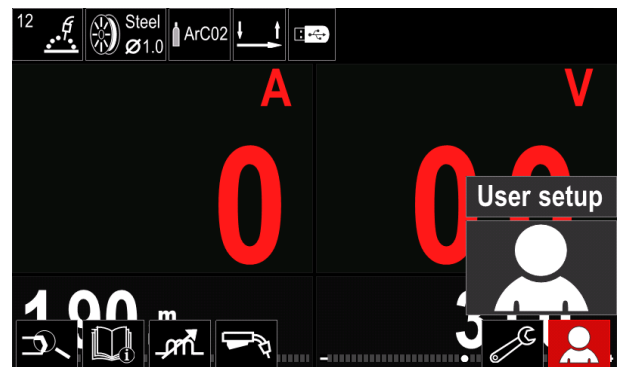

Figura 11.
- Acceda a la “Configuración del usuario” (consulte la Figura 11).